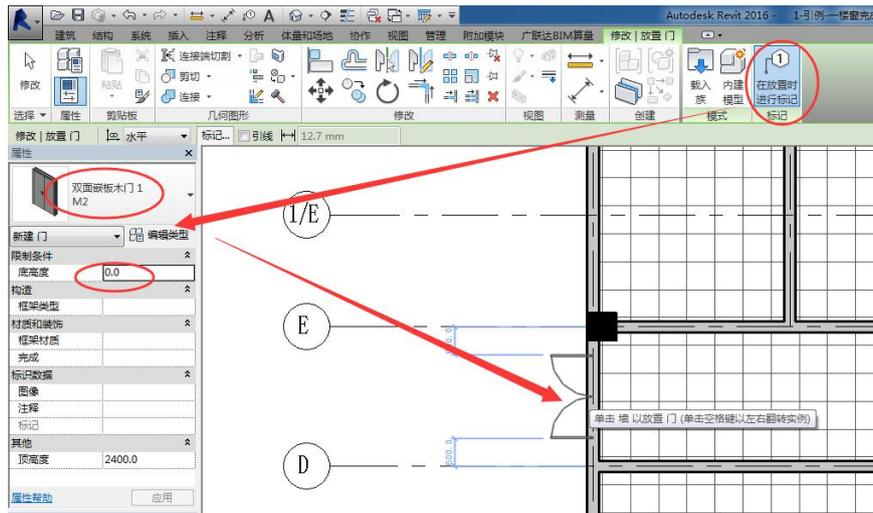
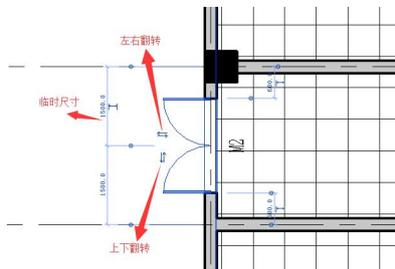

图 6-5 创建门
图 6-6 门位置修改
- 点击“建筑”选项卡“构建”面板“门”工具，确保上下文选项卡“标记”面板中“在放置时进行标记”处于被选择状态，属性面板“类型选择器”中选择“双面镶板木门 M2”，点击 1 轴、E 轴 D 轴墙体进行门放置（图 6-5）。按 ESC 键退出创建门命令，选择门点击翻转箭头可实现内外或上下翻转，点击蓝色临时尺寸可修改门位置（图 6-6）。